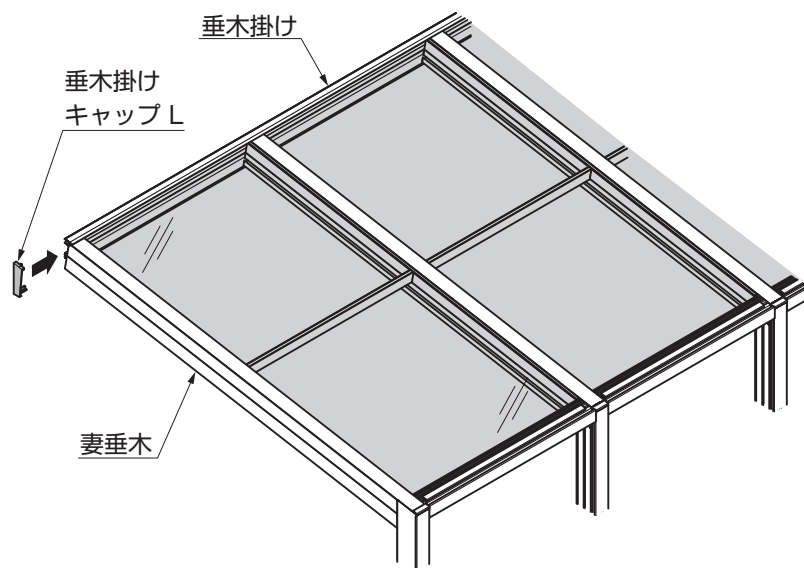

図15-2
②垂木掛けキャップを、垂木掛けに取付けてください。(図15-2参照)